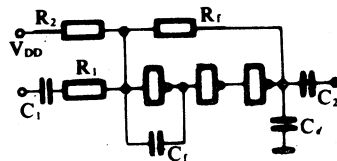

图 8 实际电路
依上所述, 我们设计如图 8 所示的电路。设计调试过程如下 ($V_{DD} = 10$ V):
5) 为防止自激, 加上消振电容 $C_d = 240$ P, 有时还须加上 $C_f = 510$ P。 C_1 、 C_2 为耦合电容, 根据需要选取。这种电路, 要作到长期工作稳定, 特别是在干扰较大或者其他电路电源互相干扰时要消振, 关键在于调整图 8 中的 C_d 和 C_f 。